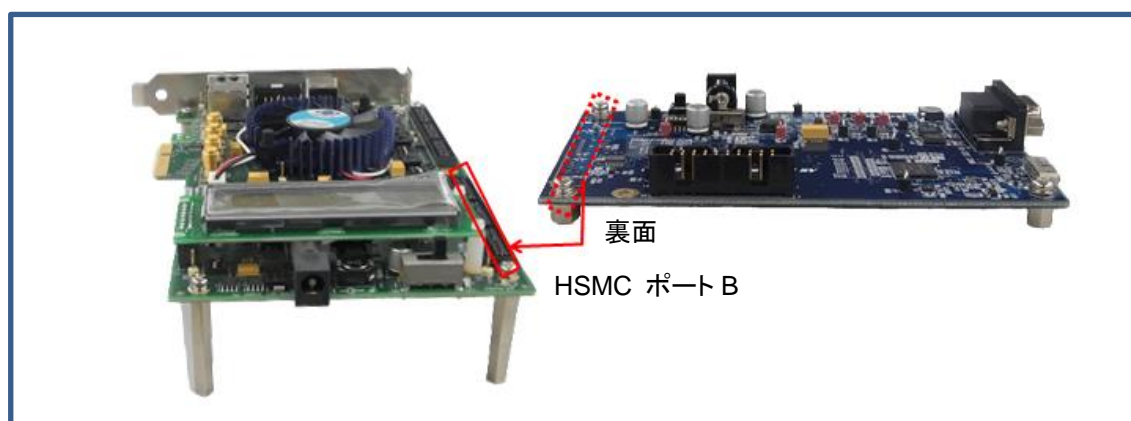

図 5-1 本ボードの接続方法
- 1、本ボードと Cyclone IV ボードの HSMC ポート B を接続して下さい。(図 5-1 参照)